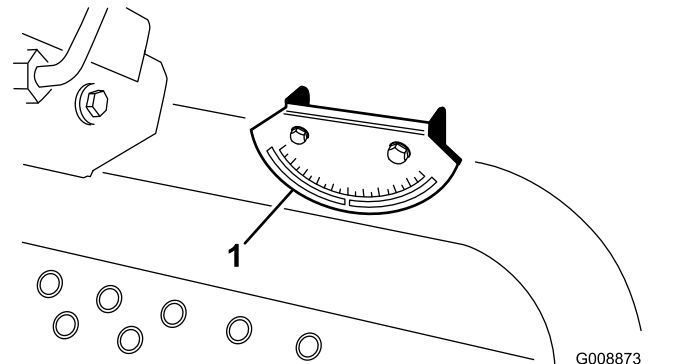

Bild 7
4. Überprüfen Sie den Neigungsmesser, der auf dem Lenkrohr der Maschine montiert ist (Bild 7).